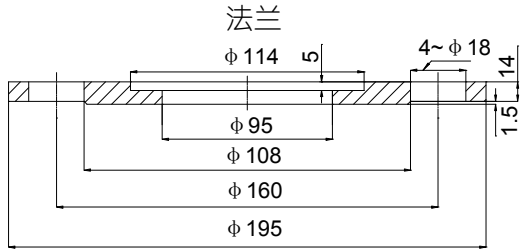
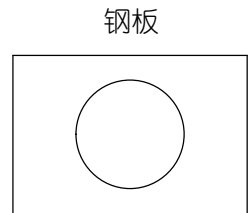
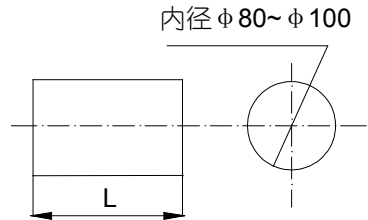

图 4
图 5
图 6
(2) 准备法兰、钢管及钢板（见图 4、图 5、图 6）约 300X500mm 铁皮仓顶不用此板，水泥仓顶应准备此板。在铁板上开孔，孔径=铁管外径 $\delta=8\sim 10\text{mm}$ 。